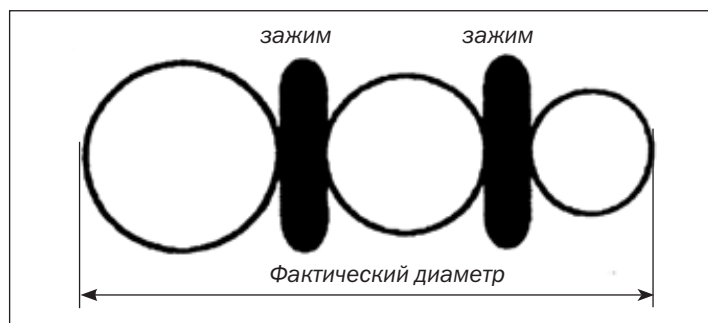

Рисунок 2.4 - Суммарный диаметр при выводе трех кабелей
**Примечание.** В случае вывода 2-х или 3-х кабелей с одного конца необходимо рассчитать их суммарный диаметр (рисунок 2.4). При этом к сумме диаметров кабелей следует добавлять толщину каждого используемого зажима (таблица 2.2).